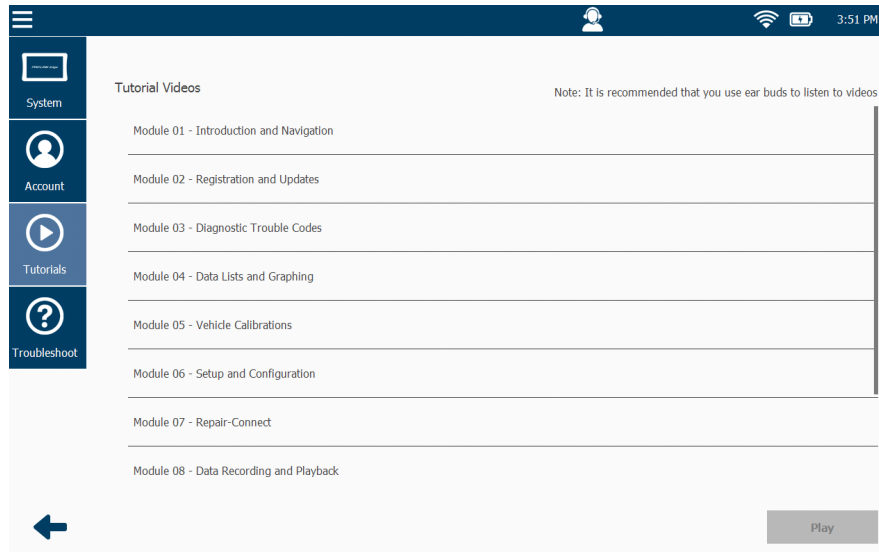

Figure 8.10 Écran de vidéos de didacticiels
- 3 Touchez la **flèche arrière** pour retourner à l'écran Tutorial Videos (Figure 8.10).